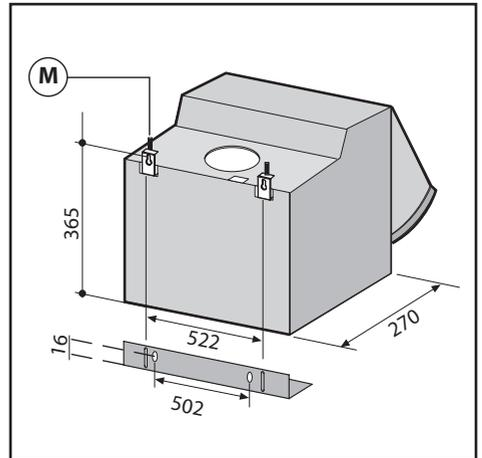

Fig.5
Eseguire 6 fori alla parete in base agli schemi Fig.5.
Fissare al muro il distanzier (L) alla giusta altezza ed in base alla profondità dei pensili laterali Fig.5.
Regolare la posizione delle staffe superiori (M) Fig.5 in base alla profondità dei pensili laterali.
Fissare la cappa al distanzier tramite le viti (P) Fig.5.